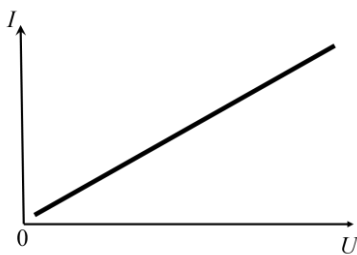

Рис. 3.1. Вольтамперная характеристика резистора.
**Вольтамперной характеристикой (ВАХ)** элемента называется зависимость силы тока через элемент от напряжения между его концами. **Резистор** является линейным элементом, потому что при постоянной температуре его вольтамперная характеристика – прямая линия (рис. 3.1), угол наклона которой зависит от сопротивления резистора.